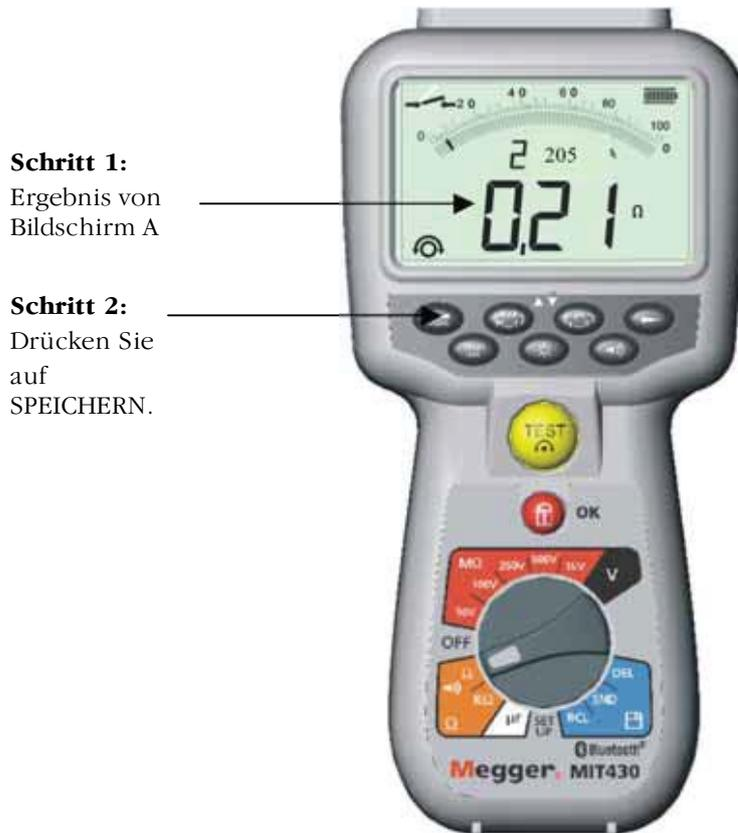

Abb. 13 Speichern von Testergebnissen
Verfahren zur Speicherung von Testergebnissen (siehe Abb. 13)
1. Vergewissern Sie sich nach dem Abschluss einer bestimmten Messung, dass das Testergebnis auf dem Display des Testgeräts angezeigt ist (siehe Abb. 13, Bildschirm A). Das Testergebnis bleibt eine Minute lang auf dem Display angezeigt, und Sie können es während dieser Zeit speichern.